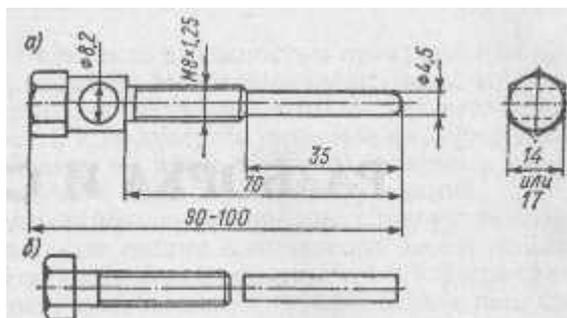

Рис. 107. Приспособления для снятия ротора генератора:
4. Снять ротор генератора. Для лею нужно вывинтить и вынуть винт, крепящий его на цапфе коленчатого вала. С помощью двух отверток снять кулачок прерывателя. В отверстие завернуть съемник (рис. 107). Придерживая ротор одной рукой, другой рукой ввинтит съемник и стянуть ротор с шейки коленчатого вала. Съемник можно заменить болтом М8 и штырем.